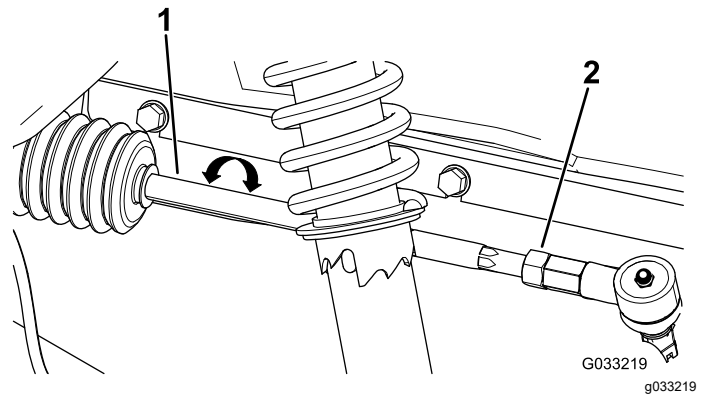

Figura 58
- Si la distancia no es de entre 0 y 6 mm, afloje las contratuercas en el extremo exterior de las bielas (Figura 58).